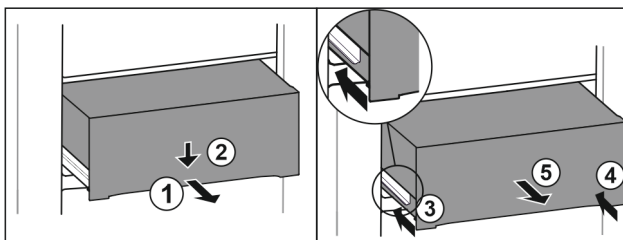

Fig. 90
- ▶ Trekk skuffen ut halvveis. Fig. 90 (1)
- ▶ Skyv skuffen foran nedover. Fig. 90 (2)
- ▶ Sett inn den venstre skinnen ca. 2 cm. Fig. 90 (3)
- ▶ Sett inn den høyre skinnen ca. 2 cm. Fig. 90 (4)
- ▶ Ta ut skuffen framover. Fig. 90 (5)